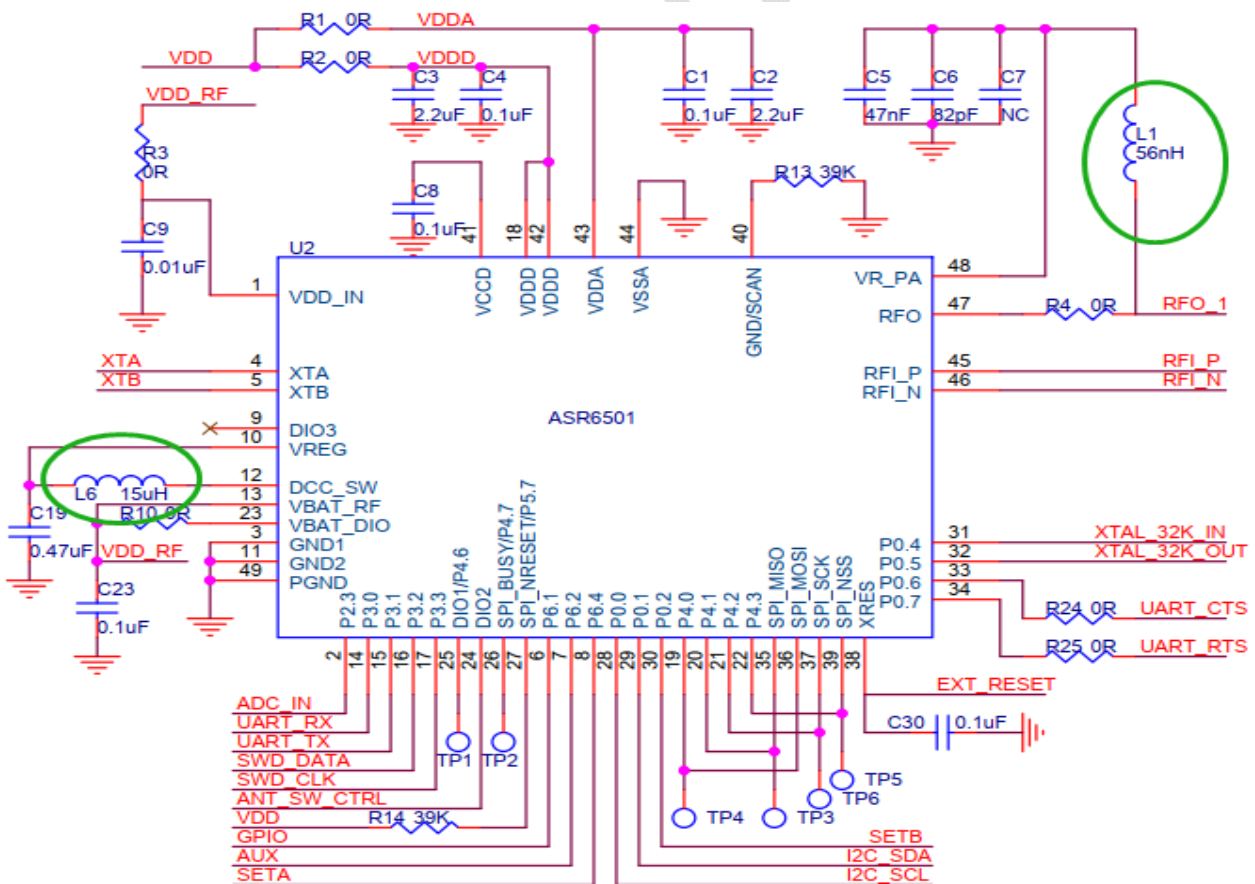

图 1
- 3) 建议先调试参考电路图 1 中 L6 (15uH) DC-DC 的功率电感，感值太小会导致输出电流偏小，从而导致 TX 功率上不去。
- 4) 再排查参考电路图 1 中电感  $L1$  在  $VR\_PA$  处, 强烈选用  $0402$  封装 ( $56nH$ ) 或者  $0603$  封装 ( $150nH$ ), RDC 相对小, 额定电流大, 对提升  $TX$  的发射功率有帮助, 不建议选用  $0201$  封装。